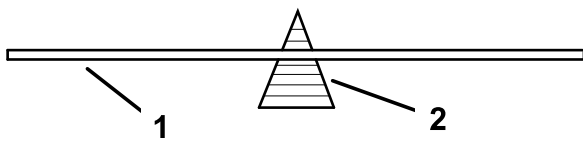

Рисунок 41
2. Только для прямых ножей: проверьте балансировку ножа, поместив его в балансирующее устройство для ножей (Рисунок 41).